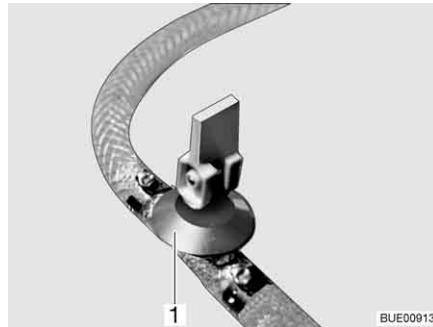
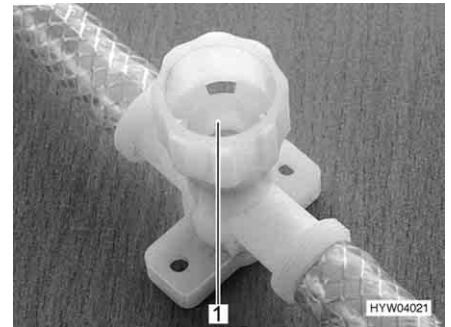

Bild 244 Ablasshahn (mit Kipphebel)
Bild 245 Ablasshahn (mit Drehkappe)
- Alle Ablasshähne schließen. Dazu den Kipphebel des Ablasshahns (Bild 244,1) waagrecht stellen oder die Kappe des Ablasshahns (Bild 245,1) im Uhrzeigersinn drehen.